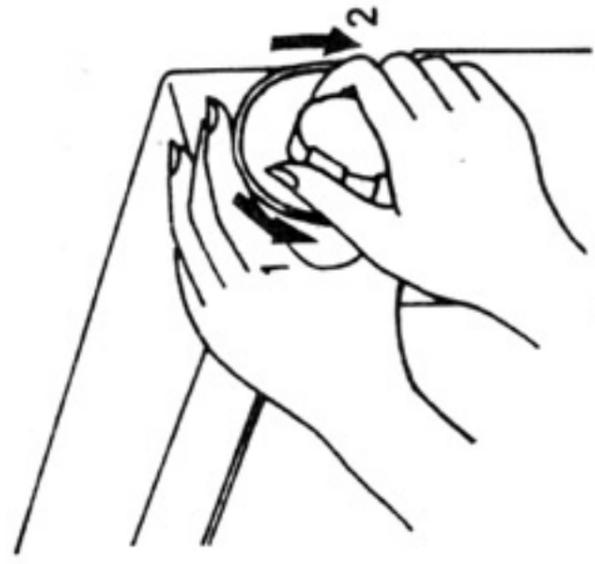

Рис. 9
**11. Заправка нижней нити (рис. 9 и 10)**
Намотка нити на шпульку производится при отключенном швейном механизме (рис. 9).